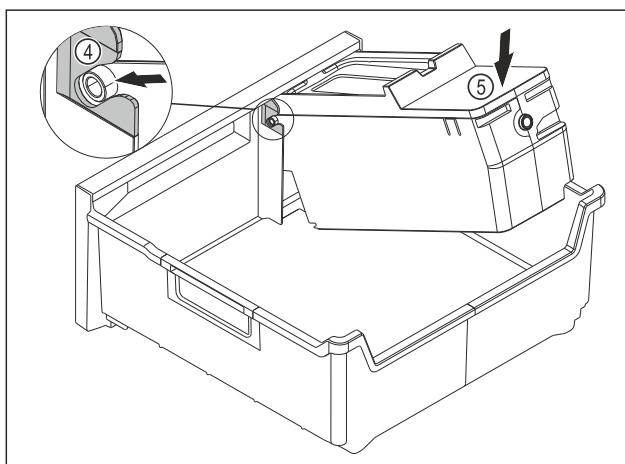

Fig. 114
- ▶ Montáž korpusu EasyTwist-Ice: Osy korpusu EasyTwist-Ice zasuňte do vedení Fig. 114 (4).
- ▶ Stlačte korpus EasyTwist-Ice Fig. 114 (5) vzadu dolů.